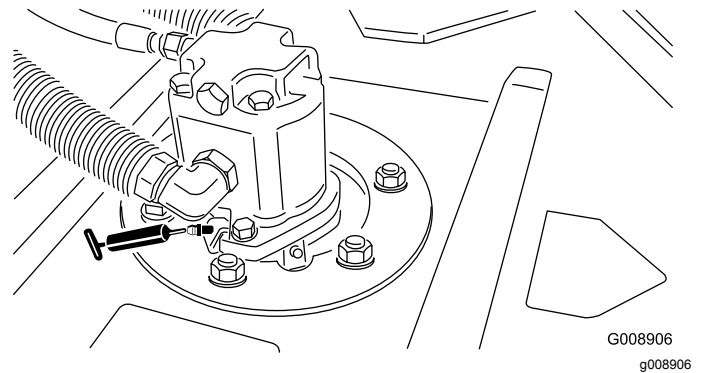

Figura 66
- Cojinetes de los ejes de las unidades de corte (2 por unidad de corte)—Figura 66